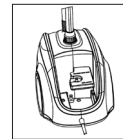

Figura 7
7. Coloque el filtro de agua dentro del depósito de agua alineando la salida del filtro de agua con el orificio en el depósito de agua y presione hacia abajo para fijar (Figura 7).